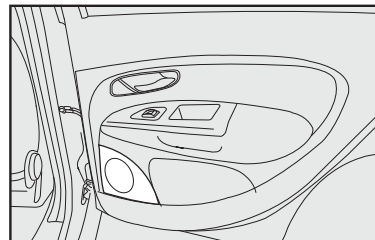

fig. 119
- alto-falantes na porta traseira **fig. 119**;